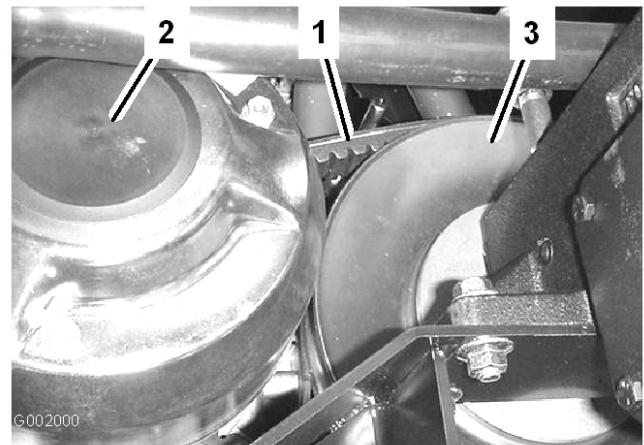

図 62
1. 二次クラッチを回しながら二次クラッチ部分でベルトを外す(図 62)。